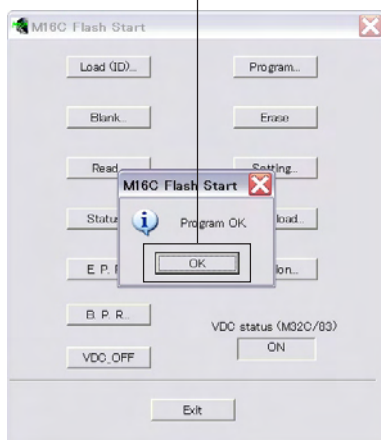

Fig. 6
9. When the program transmission is completed, the screen appears as shown below. (Fig. 6)
9. プログラムの送信が終了すると、以下の画面が表示され、[OK]をクリックして"FlashSta.exe"を終了します。(Fig. 6)